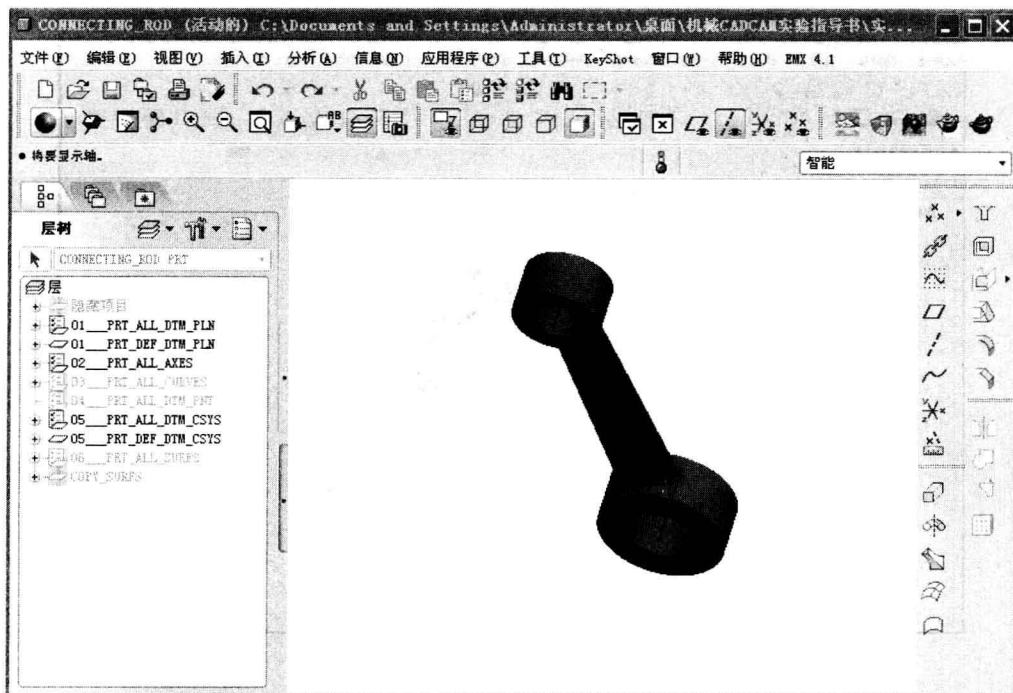

图 1-11 显示基准轴
(2) 显示基准轴：按下  按钮，模型显示效果如图 1-11 所示。